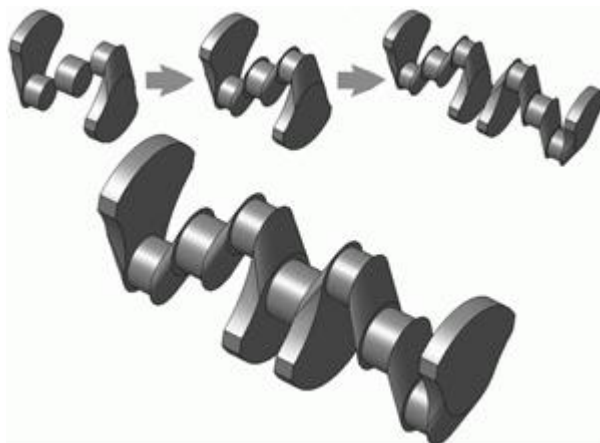

Рис. 10. Коленчатый вал: пример многодельного моделирования.
*Многодельность* позволяет создавать модель «с разных сторон». Конструктору необязательно отталкиваться от одной базовой операции в детали или элементов, привязанных к ней. Можно формировать модель, начиная с любой ее части, создавая сначала сколь угодно много отдельных тел, свободно размещенных в пространстве, и постепенно объединяя их по мере проектирования (рис.10).